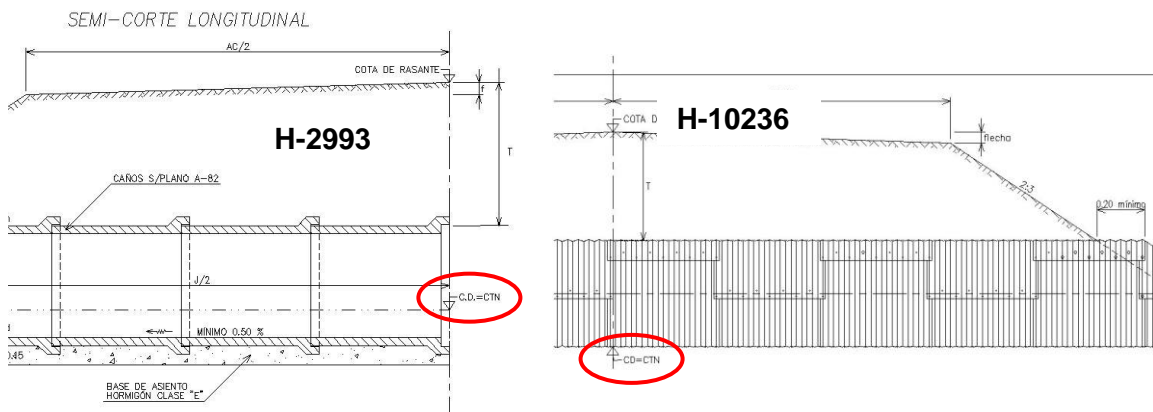

Figura 3
COTA DE DESAGÜE (CD) (Figura 3):
- PT O-41211 y PT H-2993, se sugiere adoptar como cota de desagüe (CD) a la cota del TN. Es decir, en estos PT una porción del conducto queda por debajo del TN.